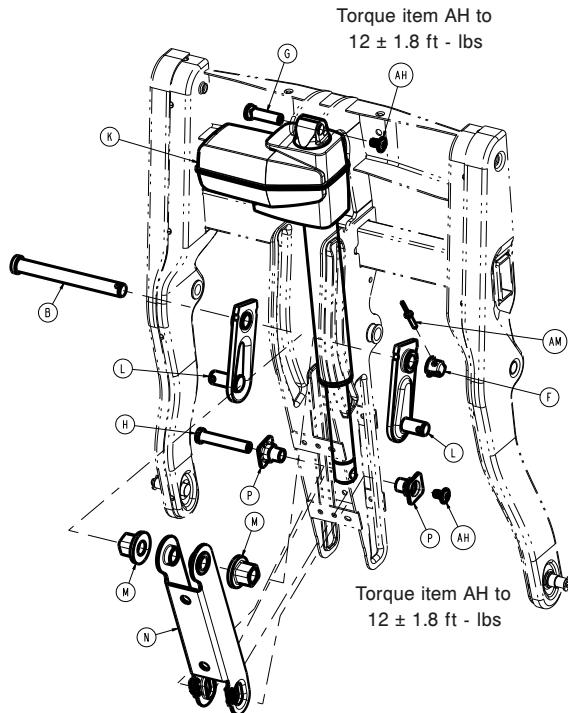

Figure 47 – Remplacement de l'actionneur de l'élévateur
12. À l'aide d'une clé à cliquet et de deux tournevis Torx T40, retirer la vis (AH) et la broche d'élévateur côté pieds (H) qui fixent le haut de l'actionneur au mécanisme élévateur (Figure 47). Maintenir la broche d'élévateur côté pieds en place tout en desserrant la vis.